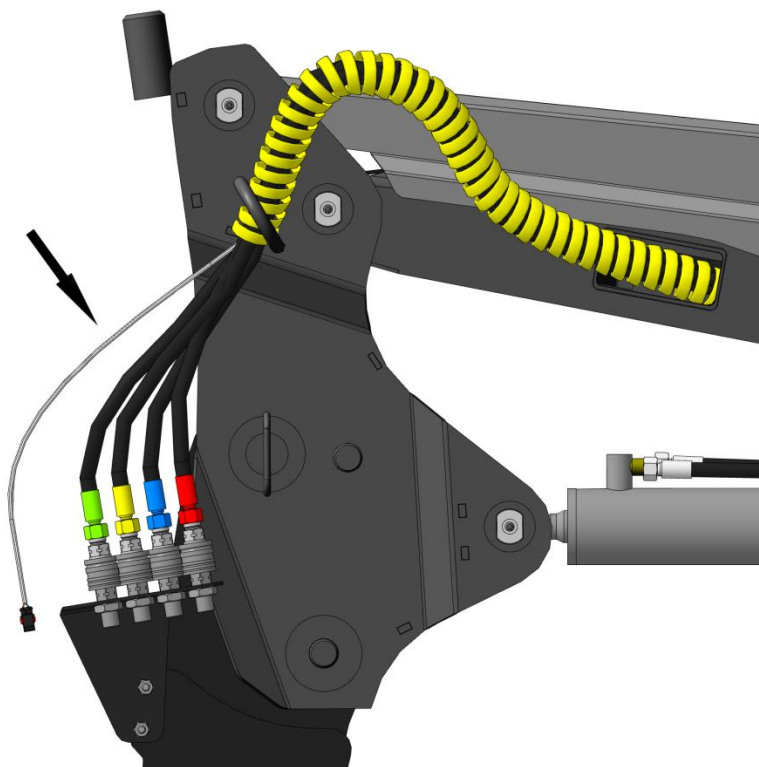

Рисунок 2.35
2.5.6 При переоборудовании погрузчика под управление джойстиком (доукомплектация) протянуть жгут питания дивертора внутри правой ноги стрелы вдоль РВД. Длина конца жгута выходящего из стрелы со стороны кабины составляла 0,8-1 метр (рис. 2.35).